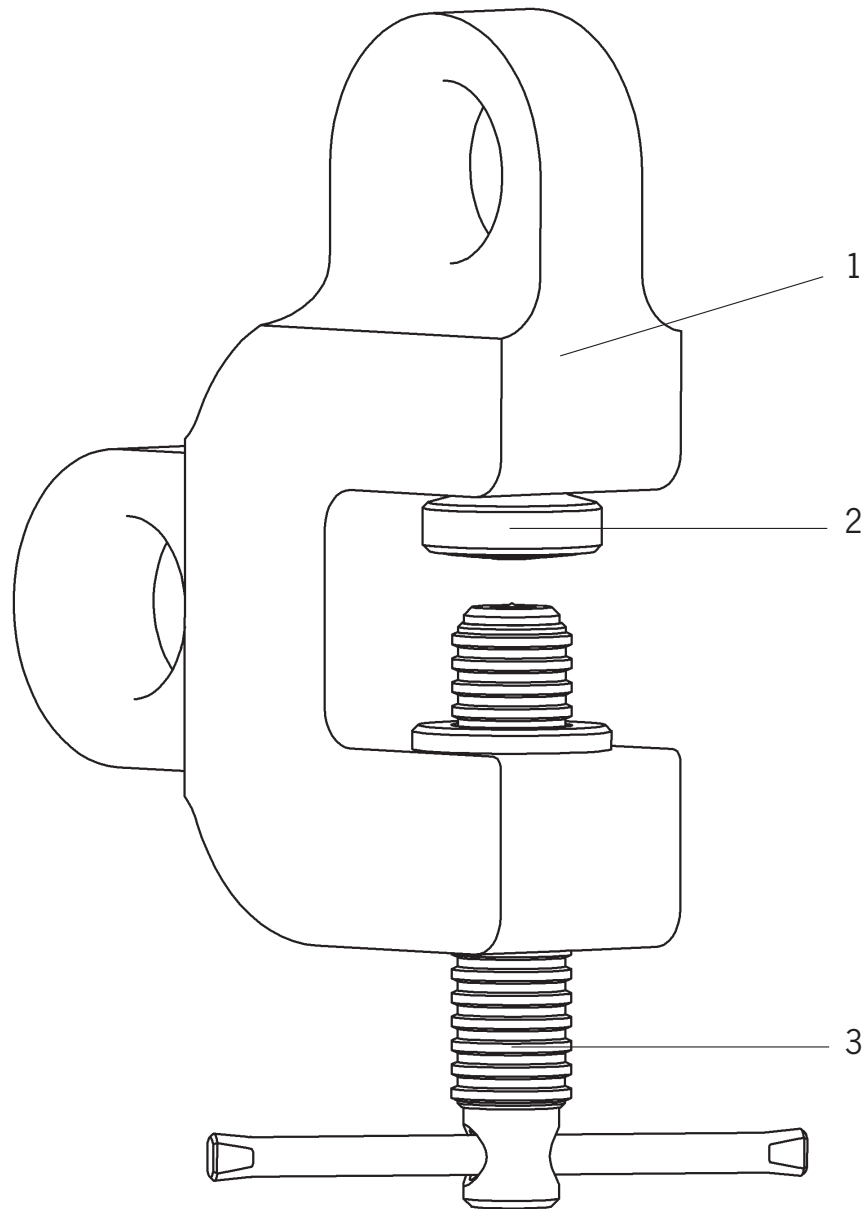

Fig. 5
- Compruebe si el husillo roscado y la pastilla de apriete (Fig. 5) están desgastados o tienen defectos. Ambas partes deben tener perfiles limpios.
Empuje la garra – con el husillo roscado totalmente abierto – de forma que la carga entre en la boca hasta el tope y apriete el husillo roscado (Fig. 5) de forma manual.